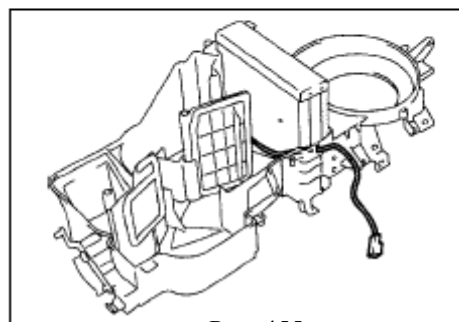

Рис. 455
- (3) Отсоедините термистор от испарителя (рис. 455)